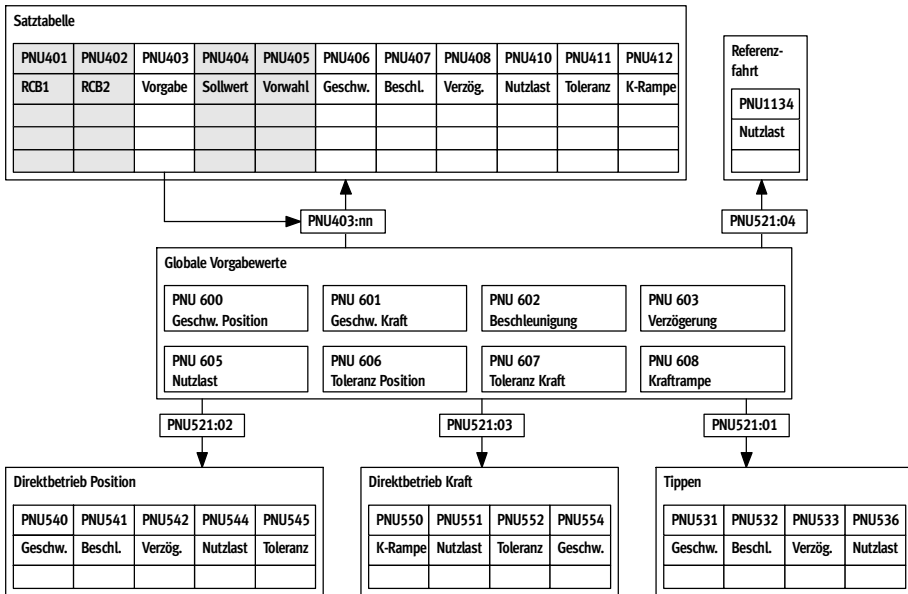

Fig. 5.1 Wirkung der globalen Vorgabewerte
1) FCT erlaubt keine Vorgabewerte 600, 602, 603 für das Tippen, nur die speziellen Werte 531, 532 und 533 → Fig. 5.1.